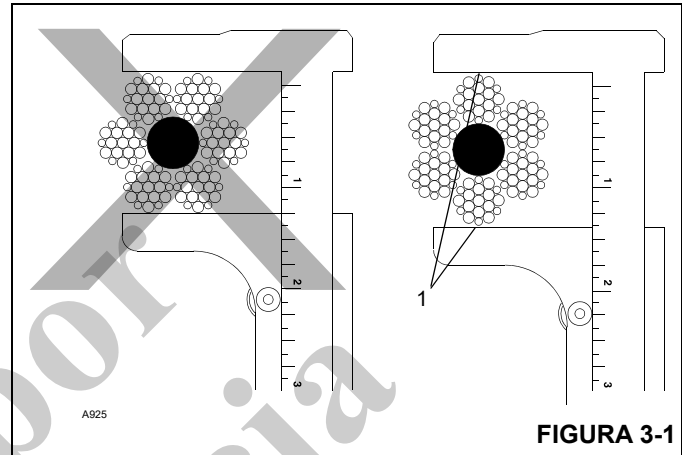

FIGURA 3-1
- Mida el diámetro del cable entre las coronas de las trenzas para determinar si el cable se ha dañado; consulte la Figura 3-1.